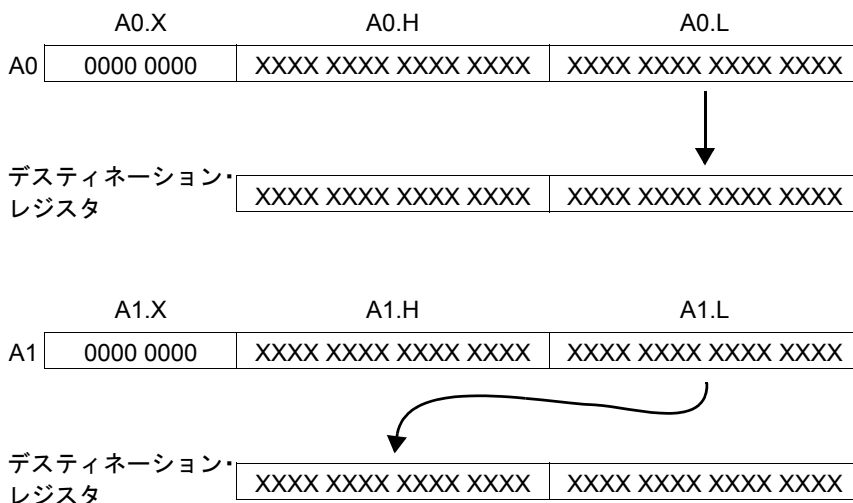

図 2-15. 整数オペランドの乗算
- 乗算で整数オペランドを使用する場合には、結果の下位ハーフが抽出され、16ビットのデスティネーション・レジスタに格納されます。これらの抽出では、選択されたデータ型に対して結果として得られる16ビット・ワードで最も有益な情報を提供します（図 2-15を参照）。